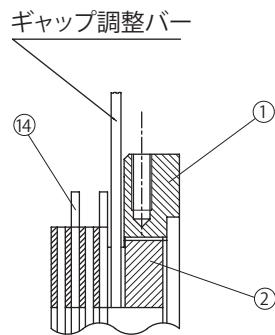

図 8-34
フィールド④側から見て左に回すとギャップが狭くなります。(図 8-34 参照)
- (4) アウターディスク⑭とセンターリング①の間には、取付ボルト③と固定ボルト⑪が交互に 6 本ずつ通っているため、ギャップ調整バーを回していくとそれらのボルトに当たります。ギャップ調整ネジ②には 8 等配の溝があり、ギャップ調整バーがボルトに当たるごとに(3)を繰り返して、ギャップ G を規定値に調整します。
- (5) ストッパー⑯を、規定ギャップに最も近い溝とネジ穴の点を選び取り付けてください。
- (6) ブレーキの手動解放を元の状態に復帰させた後、電源を入・切してブレーキ動作を確認してください。
- (7) ブレーキカバー⑪、Vリング⑫、ファン⑦、ファンセットボルト⑩、カバー⑧、屋外カバー②を取り付けます。この時ファンセットボルト⑩には、スリーボンド TB2365 を塗布してください。